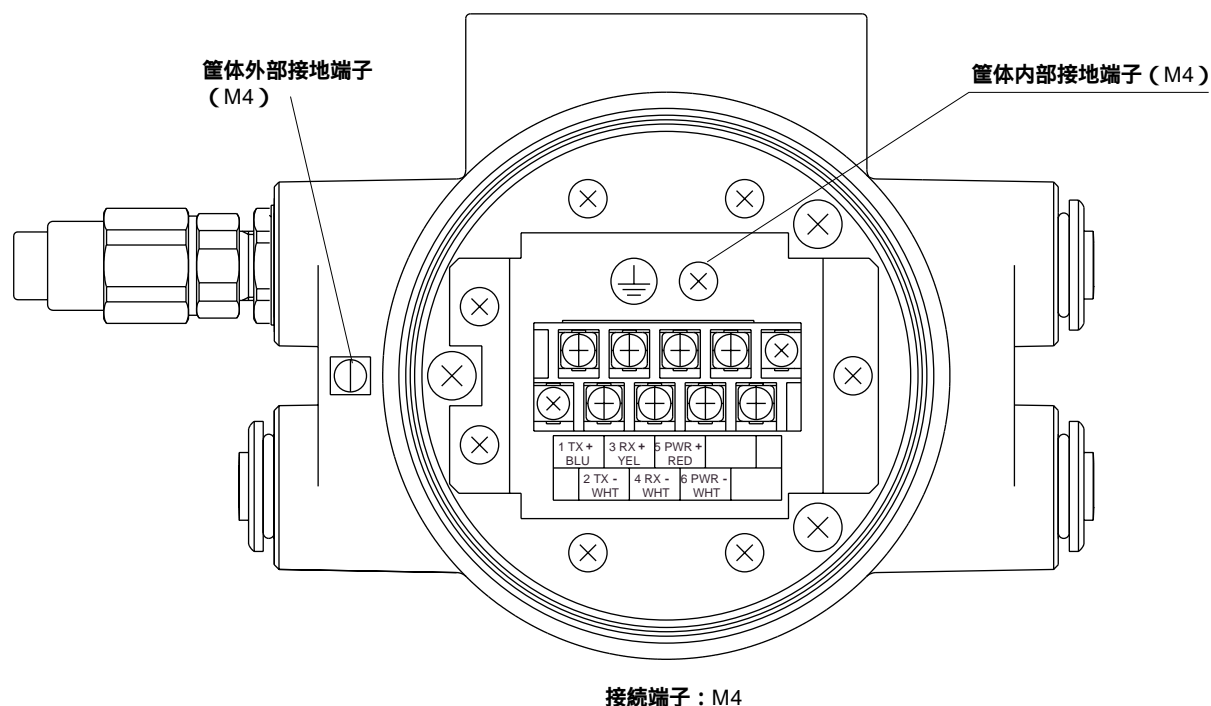

図3.23 LM410Sレーザレベル計検出器 端子配置図
- ・ 図3.21に接続図を、図3.22 (a) (b) に変換器の接続端子部を、図3.23に検出器の接続端子部を示します。
付属の耐圧パッキン金具を配線しやすい側に装着し、専用ケーブルを器内に引き込みます。ケーブルは図3.29に示すように端子台の裏を回して端子につながります。図3.21の端子接続、図3.23の検出器端子配列を参考に端子1～6に接続してください。